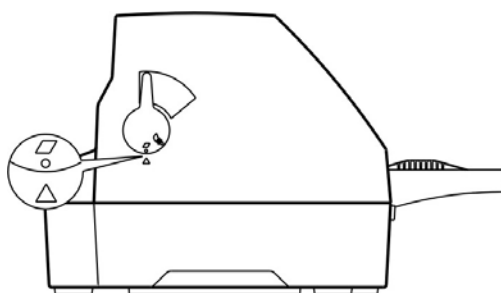

图 3-2 设定单页/连续纸进纸选择杆方式
2. 将单页/连续纸进纸选择杆置于单页进纸方式位置。如图 3-2 所示，确保单页纸符号对准上壳的“△”标志。